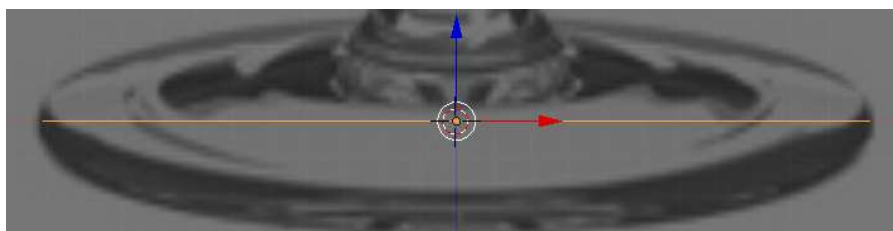

Figura 1: Ajuste do círculo à base do copo.
- Fazer redimensionamentos e translações de maneira a ficar na base do copo, em cima da imagem, como se vê na figura 1;